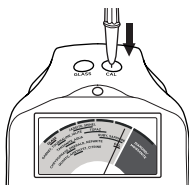

Рис. 1.4
- Надавите наконечник зонда на калибровочный диск (CAL), расположенный справа от контрольной лампы (Рис. 1.4). Приложите достаточных усилий, чтобы выступающий наконечник полностью вошел внутрь корпуса щупа-ручки. Стрелка индикатора должна подняться и остаться в красной полосе (предпочтительно в центре) с надписью «CAL» в течение двух-трех секунд.